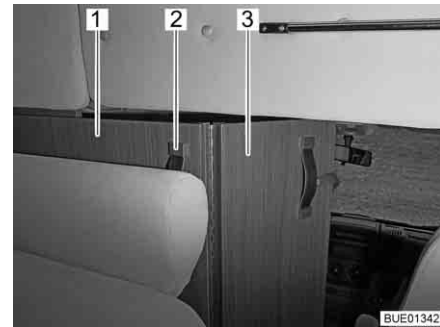

Fig. 56 Séparation pour la cabine de conduite
- Saisir le ruban-poignée (Fig. 56,2) de la séparation pour la cabine de conduite (Fig. 56,1) et la tirer vers l'intérieur jusqu'à ce que le bord de la séparation se trouve approximativement à hauteur du dossier de la banquette (Fig. 56).
- Déplier la partie rabattable de la séparation pour la cabine de conduite (Fig. 56,3) entre les sièges de la cabine de conduite.